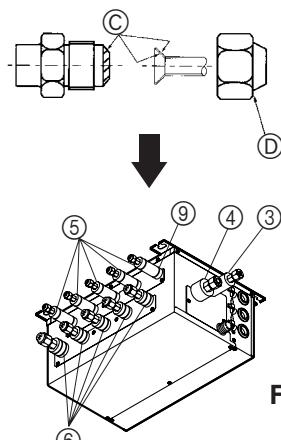

Fig. 7-2
⑤ Aplique óleo refrigerante em toda a (Fig. 7-2) superfície do encaixe afunilado.
⑥ Utilize basicamente porcas afuniladas encaixadas na estrutura (as porcas afuniladas disponíveis no mercado podem rachar).